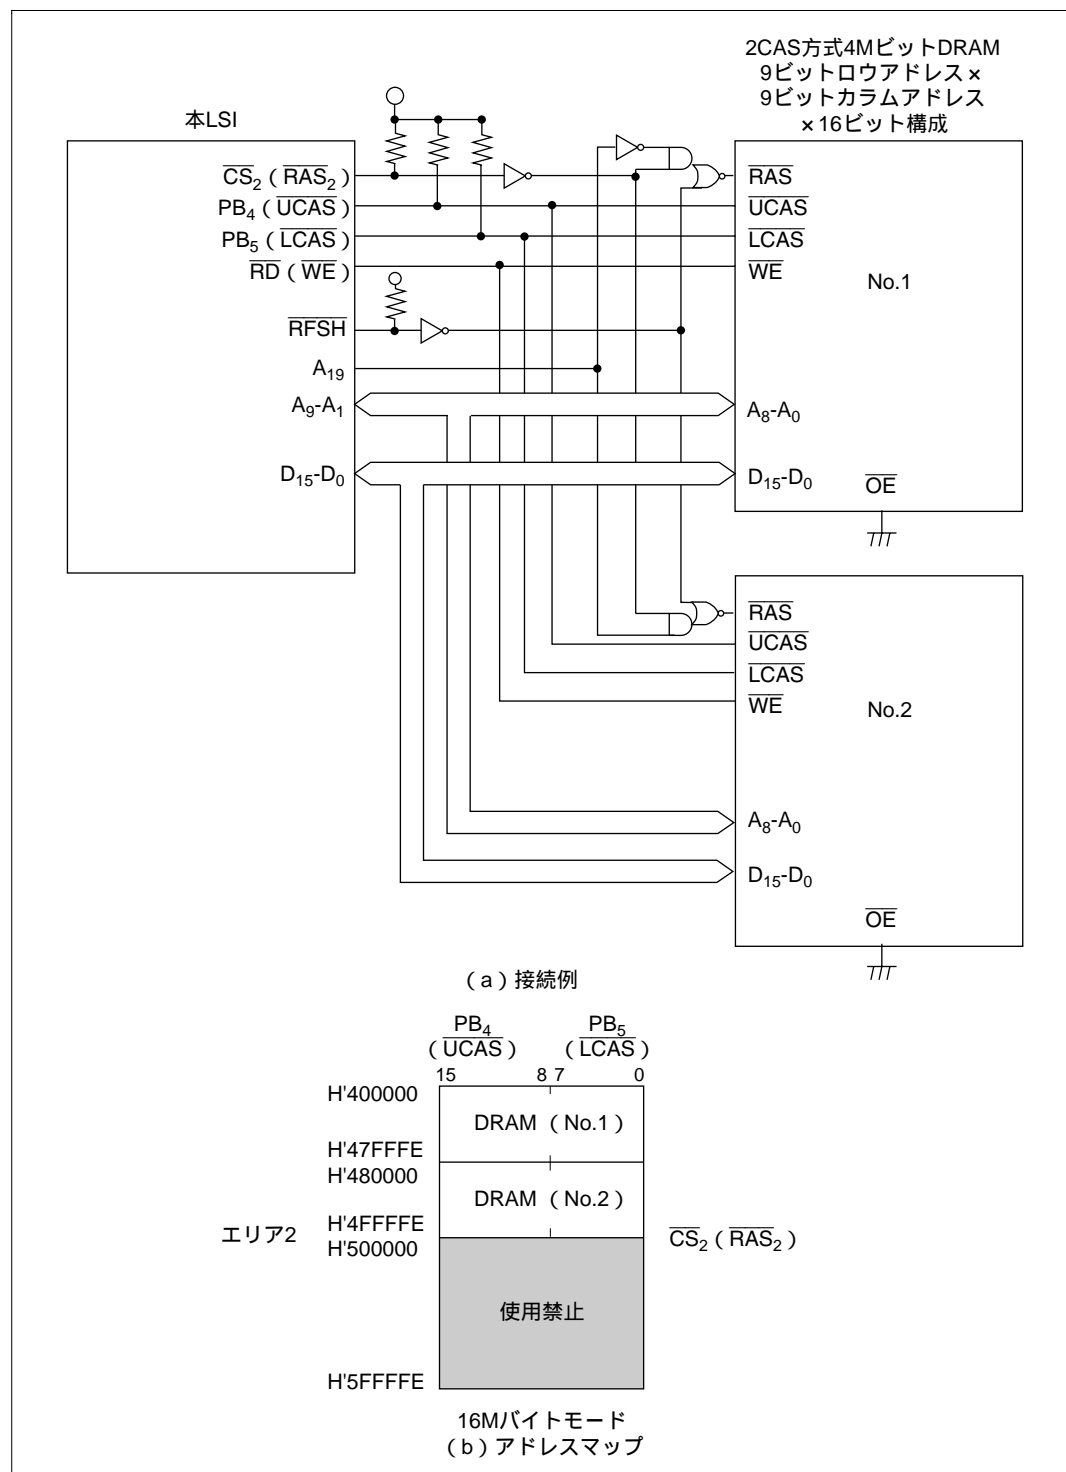

図 6.33 × 16 ビット構成 (2CAS 方式) の 4M ビット DRAM の接続例とアドレスマップ
- (3) 図 6.33 に 4M ビット DRAM を 2 個使用する場合の接続例とそのアドレスマップを示します。9 ビットロウアドレス × 9 ビットコラムアドレスのタイプのものを使用しています。本例では上位アドレスをデコードすることにより、複数の DRAM を一つのエリアに接続しています。この場合、すべての DRAM を同時にリフレッシュするため、 $\overline{\text{RFSH}}$ 端子を使用します。